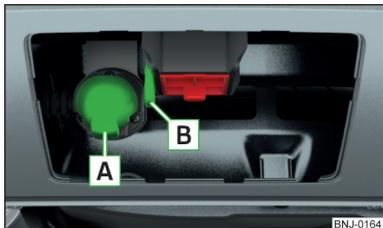

Fig. 162
- ▶ Encaixar a ficha do cabo do reboque/acessório na tomada de 13 pinos **A** » Fig. 162. (Se o reboque/o acessório possuir de uma ficha de 7 pinos, utilizar uma peça redutora correspondente da gama do Acessórios Originais ŠKODA).